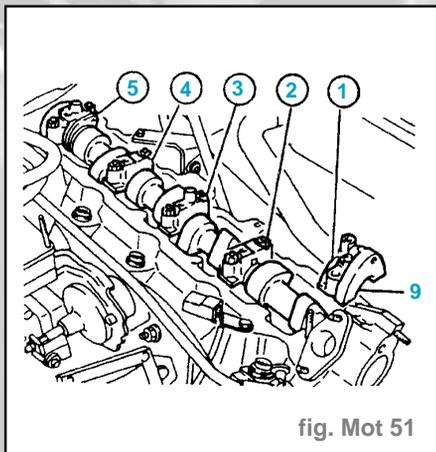

fig. Mot 51
- Enduire la face (9) du palier n°1 de **Loctite Formajoint** (fig. Mot. 51).